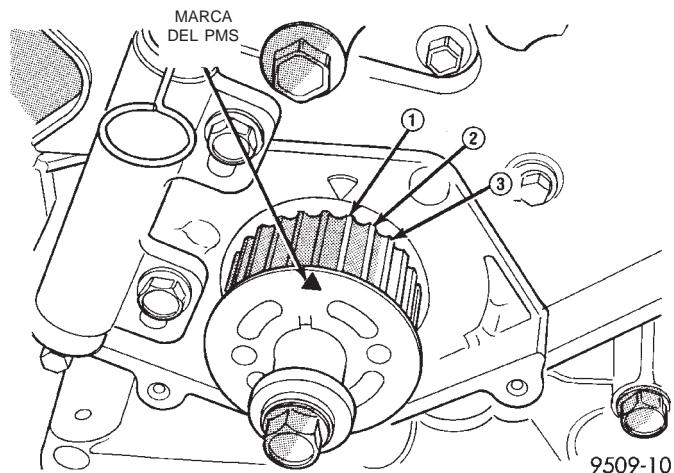

Fig. 48 Reglaje de la rueda dentada del cigüeñal
(3) Cuando se comprima el émbolo en el cuerpo del tensor, instale una llave Allen de 1,9 mm (5/64 pulg.) o pasador que atraviese el cuerpo y el émbolo para retener a este último en su sitio, hasta que el tensor quede instalado.
(4) Coloque la rueda dentada del cigüeñal en el PMS, alineando la rueda con la flecha del cuerpo de la bomba de aceite, después retroceda hasta 3 dientes antes del PMS (Fig. 48).